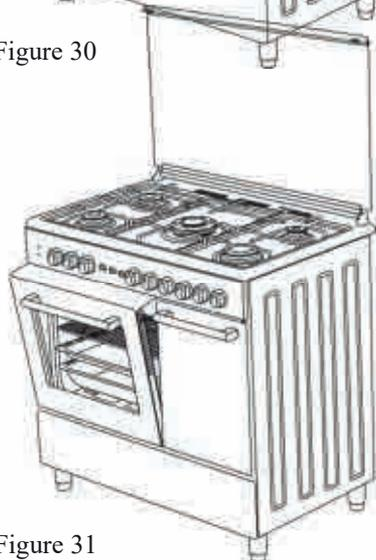

Figure 31
4. Quando il pannello di sicurezza è assicurato tra il forno e il cruscotto, chiudere delicatamente la porta forno.(Figure 31)